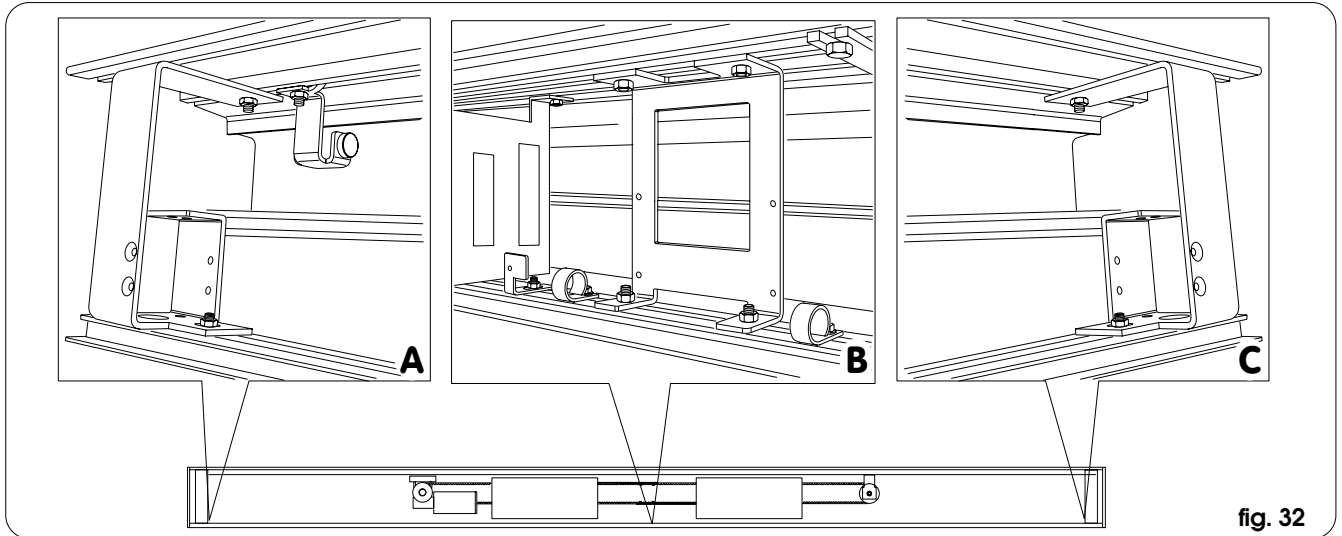

fig. 32
- les deux pattes latérales, voir fig. 32 pos. A et C, (1 vis M6 par patte);
- les deux oeillets guide-câble sur le côté de la patte centrale, voir fig. 32 pos. B, ou du verrou s'il est présent (1 vis M5 par oeillet).